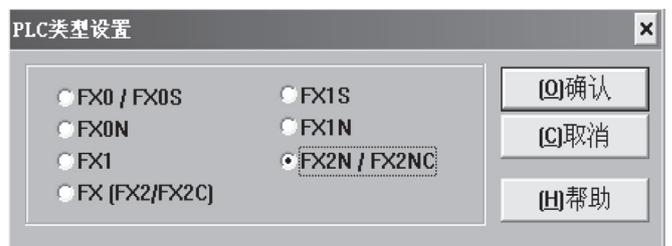

图 6 PLC 类型选择
(1) 新文件创建。首次编辑程序时，可以选择原始屏幕上的“新建文件”按钮，也可以从“文件”下拉菜单中选择“新建文件”命令。PLC 类型参数显示在桌面上，如图 6 所示。请选择同一制造商附近使用的 PLC 具体类型。请选择确认按钮。在图 7 的工作面中，可以配置鼠标指针的菜单和工具栏，以显示下拉菜单或操作。